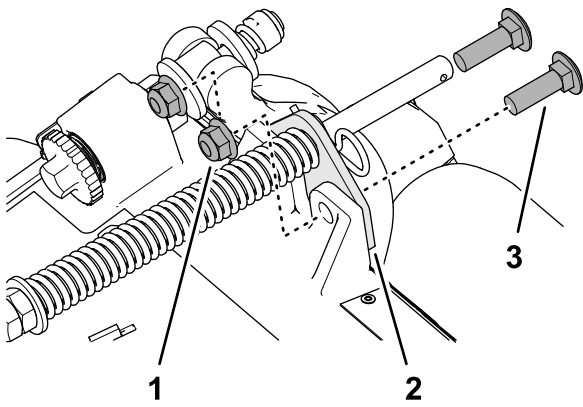

Bild 13
2. Entfernen Sie die beiden Sicherungsbundmuttern ($\frac{3}{8}$ ") und die beiden Schlossschrauben ($\frac{3}{8}$ " x $1\frac{1}{4}$ "), mit denen die Halterung des Rasenkompensierung am Rahmen des Mähwerks befestigt ist (Bild 13).